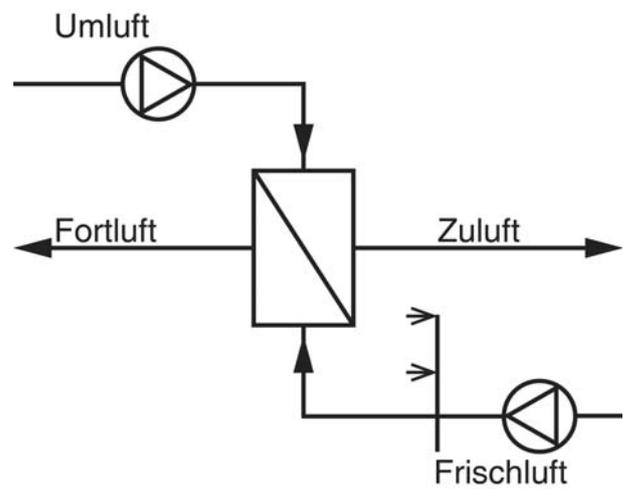

Bild 22: Adiabate Kühlung der Umluft
- Adiabate Kühlung der Umluft (Bild 22):